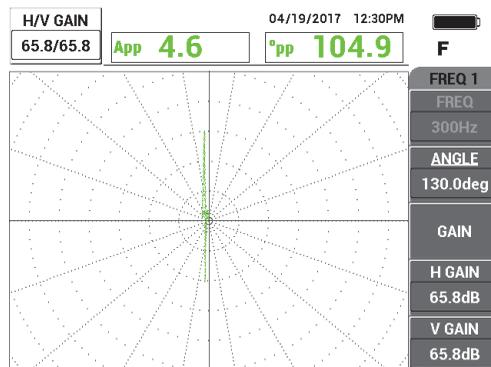

Рис. 5-229 Настройка усиления
4. Нажмите клавишу **GAIN (dB)** и увеличьте усиление, так чтобы сигнал от отверстия поднялся на 6 делений вверх (см. Рис. 5-229 на стр. 304).